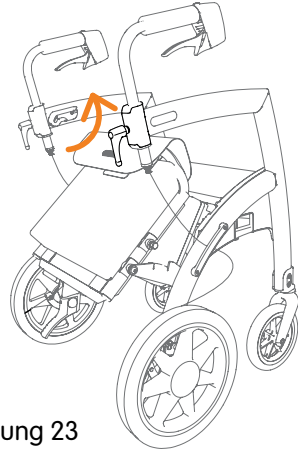
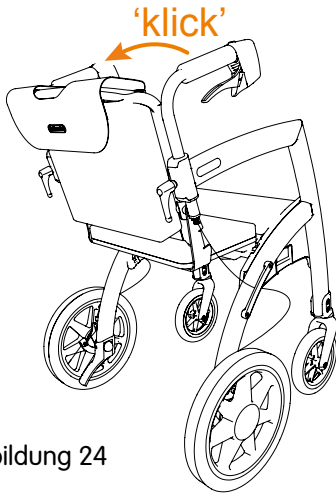

Abbildung 23
Abbildung 24
- a. Fassen Sie den Handgriff des Rollstuhlpakets und ziehen Sie die Rückenlehne in Richtung Vorderseite bis zur Hälfte des Rahmens hoch, bis es nicht mehr weitergeht (Abb.23). Ziehen Sie anschließend die Rückenlehne zurück, bis die Verriegelungsbolzen in der Führung am Rahmen einrasten (Abb. 24).